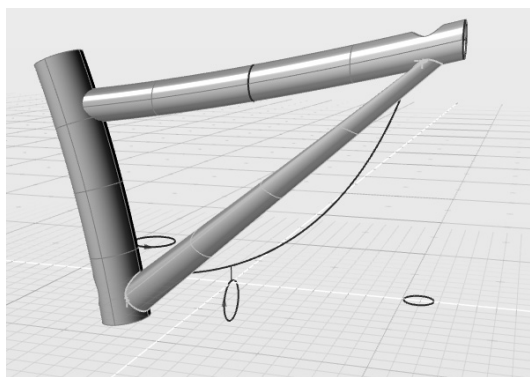

图 5-126 将修剪边作为放样剖面曲线
8) 激活“放样”工具, 首选两个表面上的修剪边作为放样剖面曲线, 按空格键确认, 如图 5-126 所示。